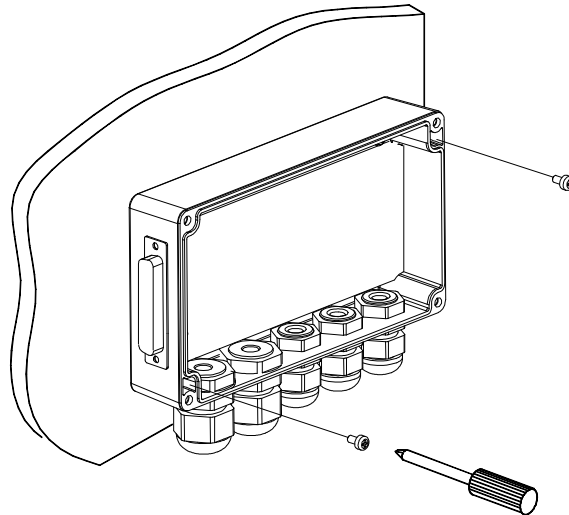

Abbildung 4 - Montage der C-BOX 200
Die C-BOX 200 Anschlusseinheit kann in verschiedenen Betriebspositionen installiert werden. Die C-BOX 200 wird mit zwei Schrauben durch die beiden Bohrungen in der Rückwand hindurch befestigt (Abbildung 4).
- 2) Richten Sie die C-BOX 200 aus und befestigen Sie die Anschlusseinheit mit zwei Schrauben an der Montagefläche (siehe Abbildung 4).